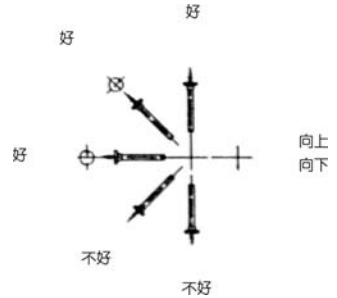

图2. 感温安装举例
- 4) 正确安装管道，使感温包的接头位于法兰或接头螺母的高点，不低于水平线。(见图2)